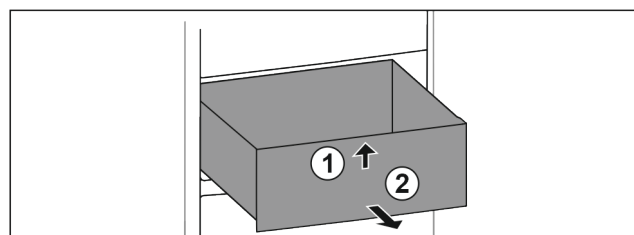

Fig. 58
- Unieść szufladę z przodu. Fig. 58 (1)
- Wyjąć szufladę do przodu. Fig. 58 (2)